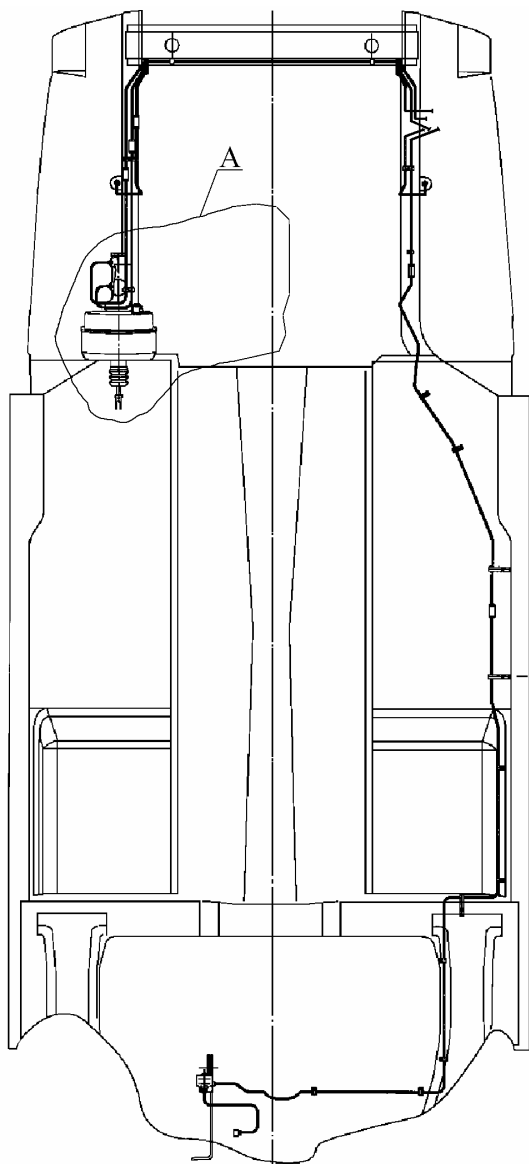

Рис.15. Система гидропривода тормозов.
4.15. Снять гидропривод тормозов (рис. 15).